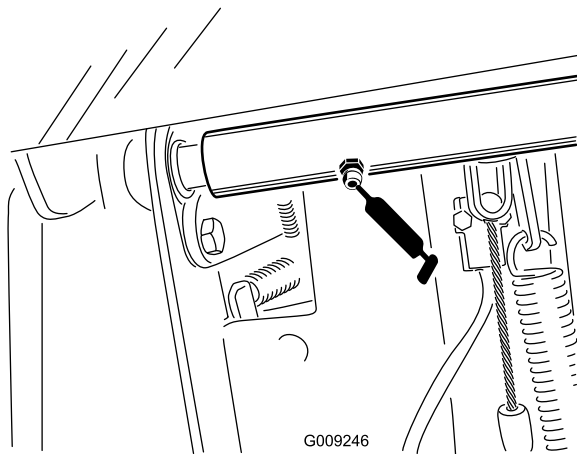

Figure 35
- Roulements d'axe de pivot de la pédale de frein (2) (Figure 35)